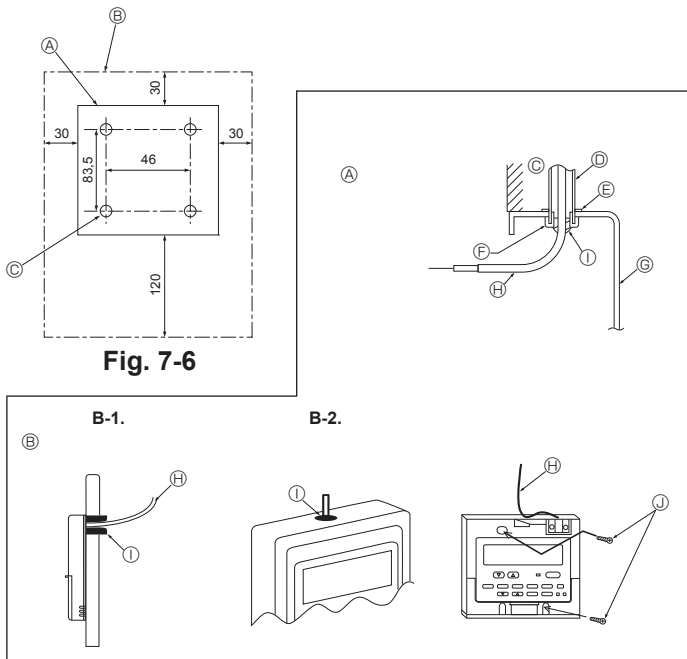

Fig. 7-7
- (2) Den Wartungszugang des Fernbedienungskabel mit Kitt oder Dichtungsmittel abdichten, um das mögliche Eindringen von Tau, Wasser, Kakerlaken oder Würmern und Raupen zu verhindern. (Fig. 7-7)